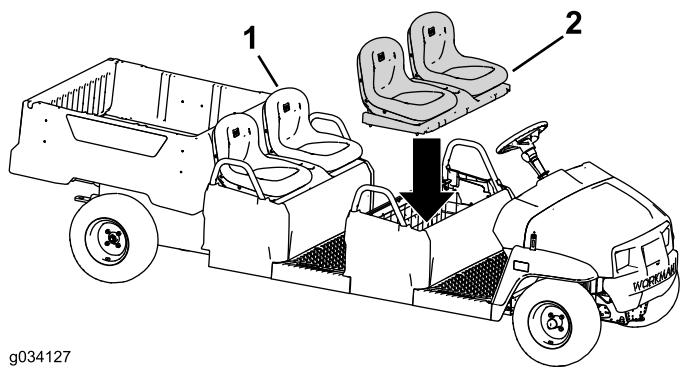

**Bild 51**
3. Befestigen Sie die linken und rechten Hüftgurte mit den sechs Bundbolzen (3/16" x 3/4") und Bundmuttern am vorderen Sitzunterteil (Bild 51).